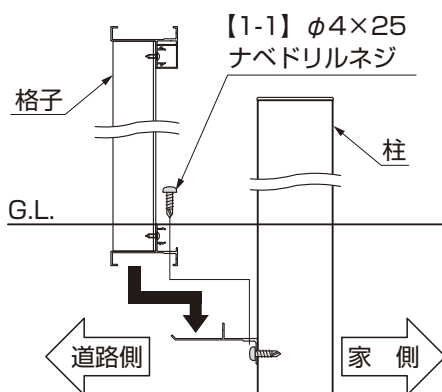

図5-34
- ③本体パネルを施工補助部材の上に置き、家側から【1-1】で固定してください。（図5-34参照）